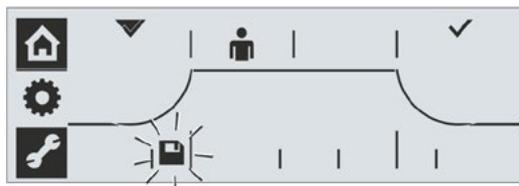

Рис. 12: Выбор знака сохранения
16. Выберите знак сохранения: поворачивайте кнопку Drive Controller вправо, пока не будет мигать знак сохранения, см. рис. 12.